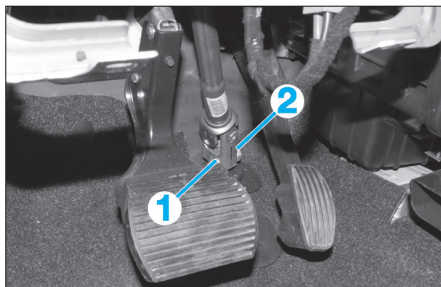

Fig. 9
- Dévisser la vis (1) et débrancher l'articulation de la colonne (2) du boîtier de direction (Fig.9).